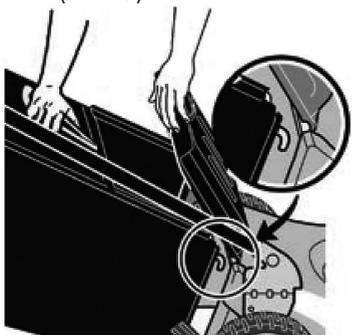

Рис. 9 Установка травосборника
8. Если планируется сбор травы в травосборник- установите травосборник. Для этого одной рукой возьмите травосборник за рукоятку, другой рукой поднимите вверх заднюю крышку деки газонокосилки, зацепите крючки травосборника за ось задней крышки деки газонокосилки, после чего отпустите травосборник и медленно отпустите заднюю крышку деки газонокосилки (Рис. 9).